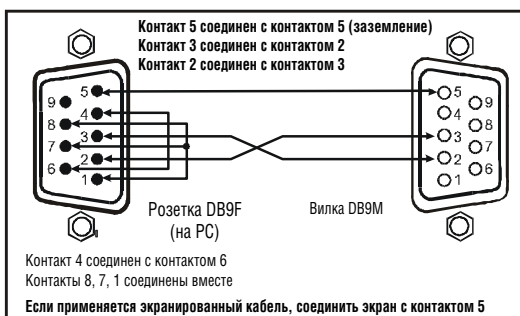

Рис. 4. Подключение к ПК без применения нуль-модемного адаптера
- Подсоедините порт RS-232 DB9 на PC к порту RS-232 DB9 на задней панели устройства **VP-12x8**, как это показано на рис. 4.